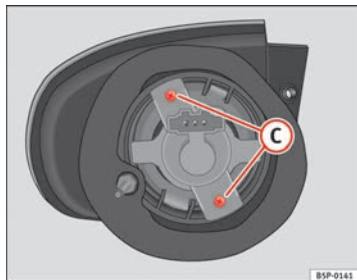

Fig. 194 Luz intermitente
- Desenrosque los tornillos ⇒ página 283, fig. 194 **C** del portalámparas y tire del mismo.
- Retire los tornillos ⇒ fig. 194 **C** del portalámparas y tire del mismo.